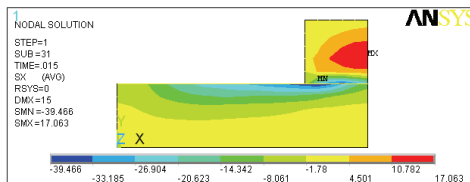

图 4-94 滑块内部 X 方向应力场等值线图
2) 选择 Main Menu | General Postproc | Plot Results | Contour Plot | Nodal Solu 命令, 出现 Contour Nodal Solution Data 对话框, 在 Item to be contoured 列表框中选择 Nodal Solution | Stress | X-Component of stress, 单击 OK 按钮, ANSYS 窗口将显示如图 4-94 所示的滑块内部 X 方向应力场等值线图。